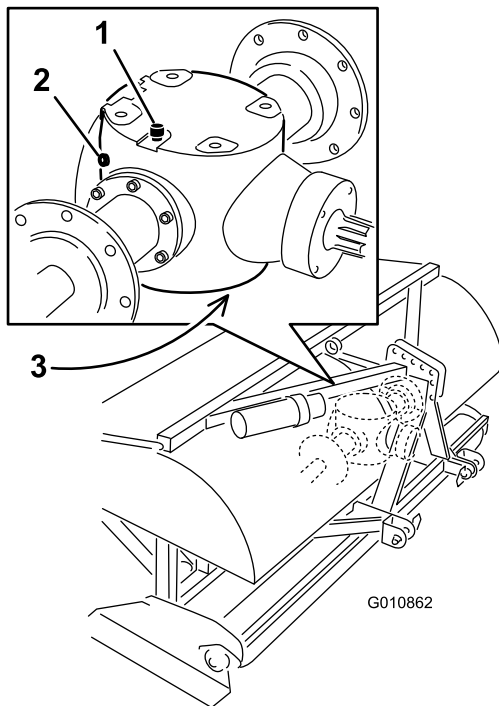

Figura 46
3. Rimuovete il tappo di controllo dalla trasmissione (Figura 46).
1. Eliminate eventuali detriti dal tappo di sfiato/riempimento e dal tappo di spurgo per evitare la contaminazione dell'olio (Figura 46).